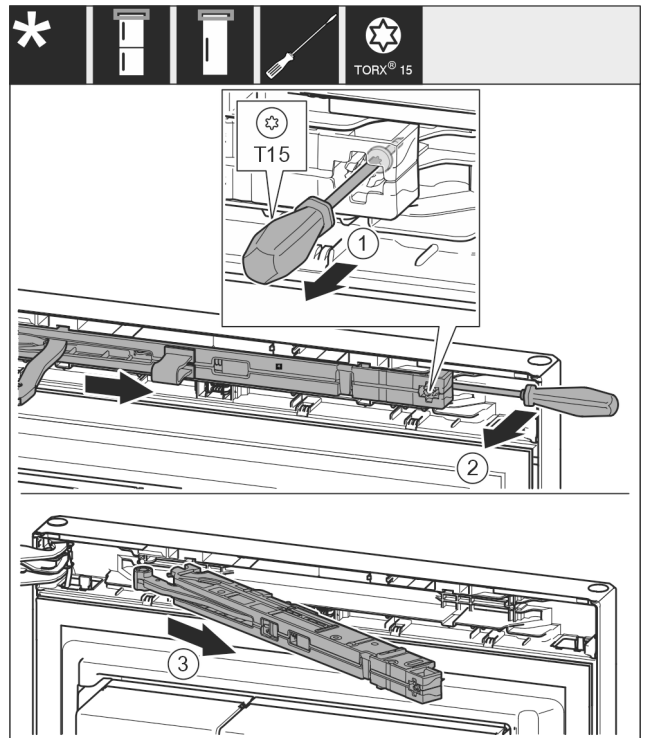

Fig. 10
- ▶ Desserrer la vis de l'amortisseur de fermeture de environ 14 mm avec le tournevis T15. Fig. 10 (1)
- ▶ Avec un tournevis, accéder à la partie postérieure de l'amortisseur de fermeture du côté de la poignée et faire tourner l'amortisseur vers l'avant. Fig. 10 (2)
- ▶ Sortir l'amortisseur de fermeture. Fig. 10 (3)